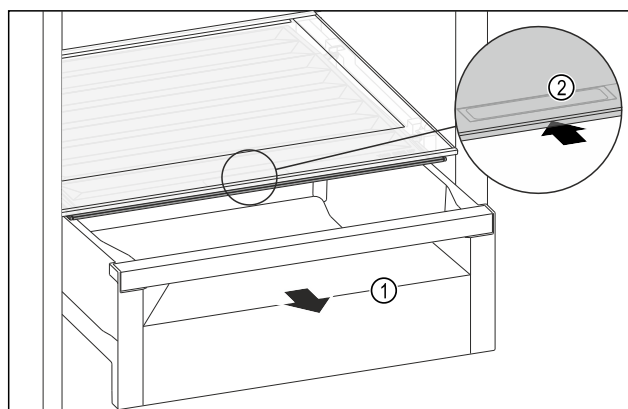

Fig. 170
- Retirer le tiroir *Fig. 170 (1)*.
- Saisir la poignée encastrée *Fig. 170 (2)* du couvercle du compartiment et pousser le couvercle du compartiment vers l'arrière.